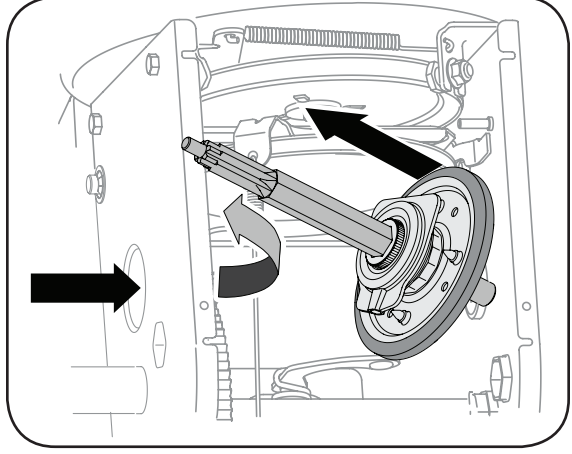

Figure 6-15
3. Abaissez doucement l'arbre hexagonal vers la gauche avant de faire glisser la roue de freinage de l'arbre. Voir la Figure 6-15.